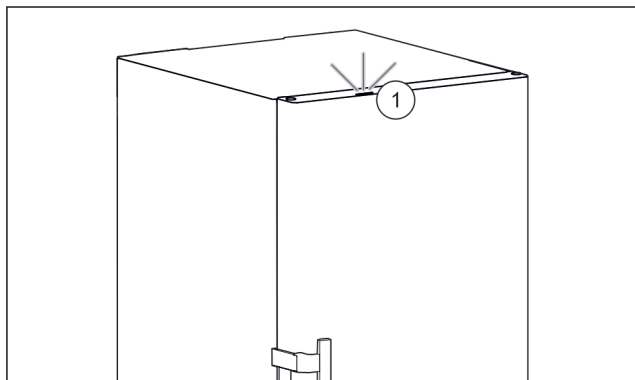

Fig. 60 Spia di stato attiva quando lo sportello è chiuso
- La spia di stato Fig. 60 (1) è attivata.